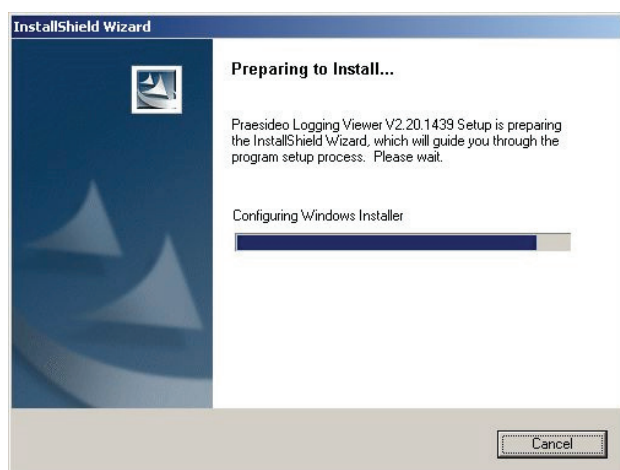

Abb. 57.1: Logging viewer Setup
- 3 Klicken Sie auf der Schaltfläche *Open*, um das Setup-Programm des *Logging Viewer* zu starten. Es erscheint ein Bildschirm, der dem in Abb. 57.1 ähnelt.